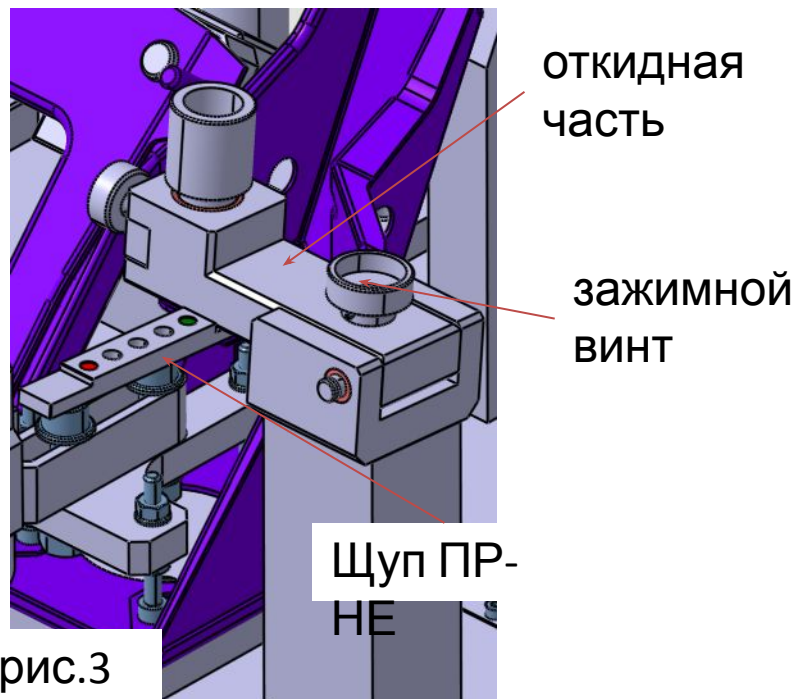

рис.3
- Откидную часть стойки установить в положение для контроля (рис.3). Зафиксировать зажимным винтом. Щупом ПР-НЕ проверить зазор между нижней поверхностью откидной части и кронштейном. (контроль размера $114,2 \pm 0,5$).